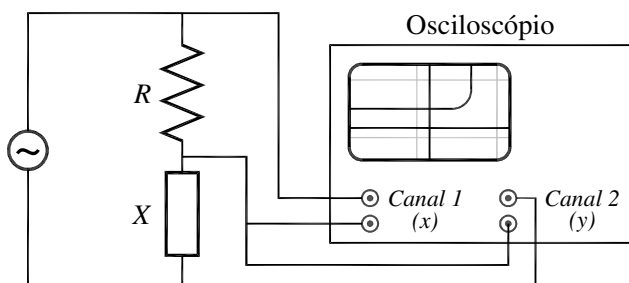

Figura 8 – Circuito utilizado para medir a curva V-I característica de componentes eletrônicos.
O osciloscópio permite observar a curva V-I de um componente. Isso pode ser realizado através da montagem mostrada na figura 8, que usa uma fonte de tensão alternada (gerador de funções) conectada a um circuito formado por um resistor R e um componente X cuja curva V-I se deseja conhecer. O osciloscópio é utilizado para medir a diferença de potencial no resistor e no componente X. Devido à alta impedância do osciloscópio, a corrente flui somente através do circuito série R-X. Os terminais do resistor R estão conectados no canal 1 do osciloscópio, enquanto que os terminais do componente X estão conectados no canal 2. Veja que os terras dos dois canais estão no mesmo ponto (entre R e X). Assim, uma queda de tensão no resistor aparece como positiva, e uma queda de tensão no componente X aparece como negativa. Para visualizarmos corretamente na tela do osciloscópio, devemos ativar a função CH2 Invert.
a) Monte o circuito da figura 8 com  $R = 10 \text{ k}\Omega$ . A configuração sugerida para o osciloscópio é modo horizontal X-Y, 5 V/divisão, canal 2 em modo invert e acoplamento DC em ambos os canais. (você poderá otimizar esta configuração). Use o gerador de funções, com sinal senoidal de amplitude máxima e frequência 100 Hz.